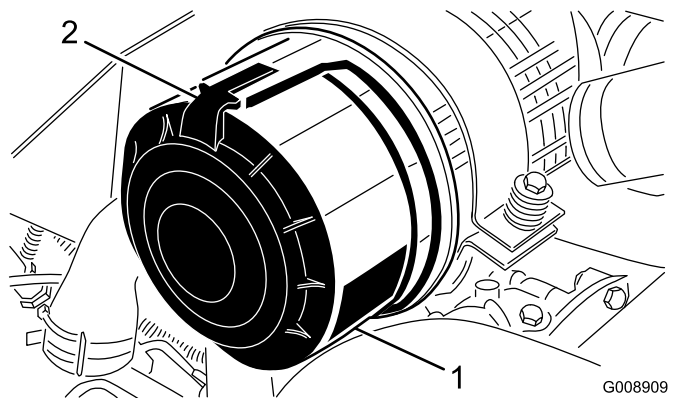

図 96
1. エアクリーナのカバーをボディーに固定しているラッチを外す 図 96。